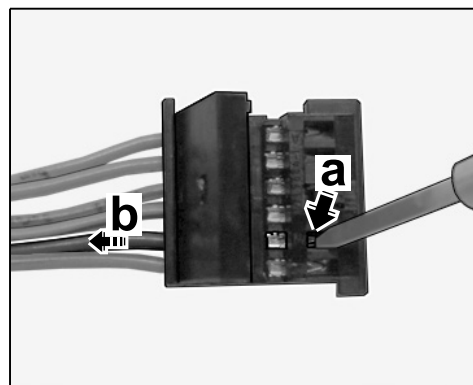

Рис. 11
- 2.2.2 Осторожно разблокировать фиксатор гнездовых контактов ($\Rightarrow$ Рис. 11 -стрелка a-) и извлечь провода ($\Rightarrow$ Рис. 11 -стрелка b-).